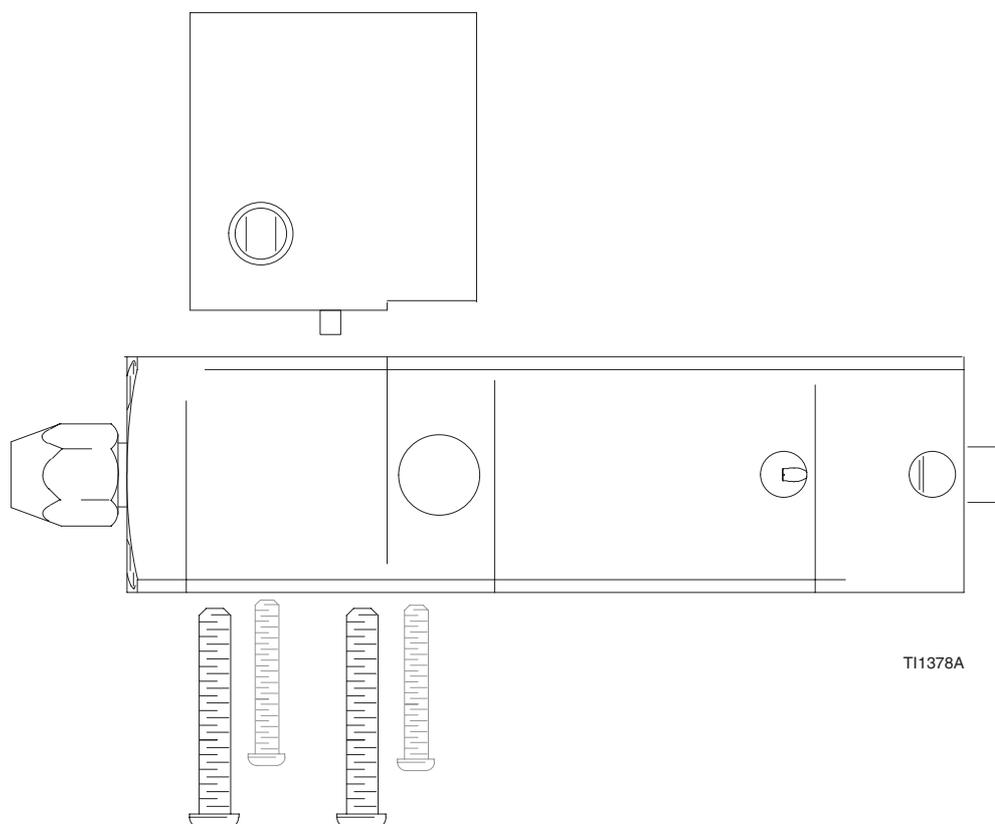

Fig. 8
3. Enlever les 4 vis à six pans creux M 6 fixant le corps de la vanne sur le collecteur d'entrée. (Voir Fig. 8.)